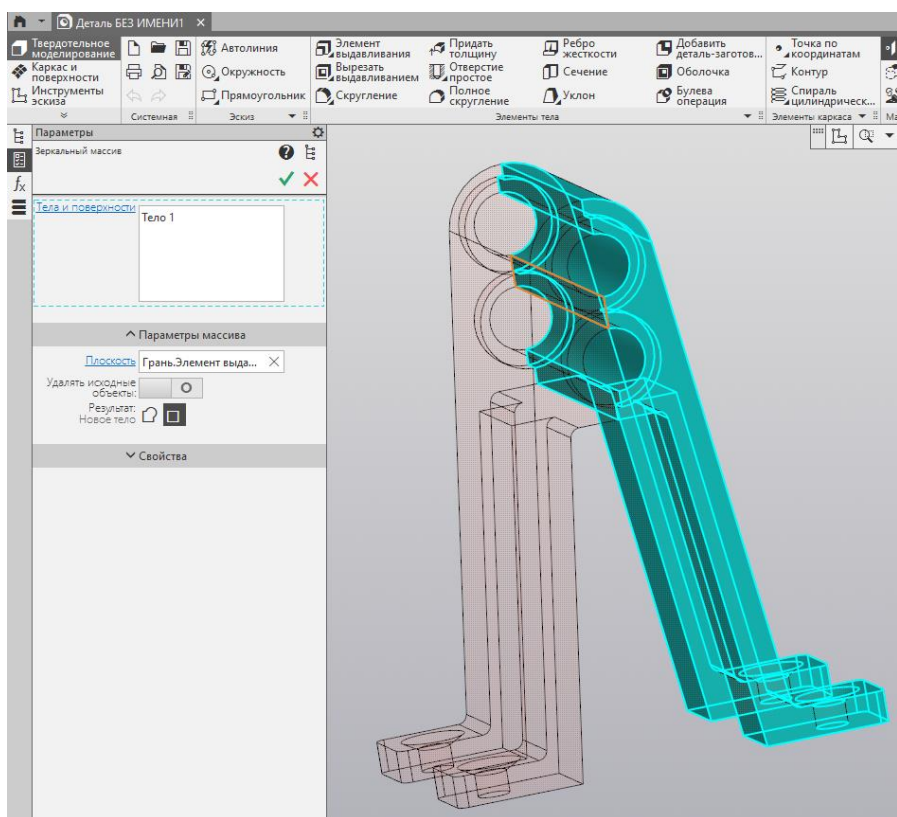
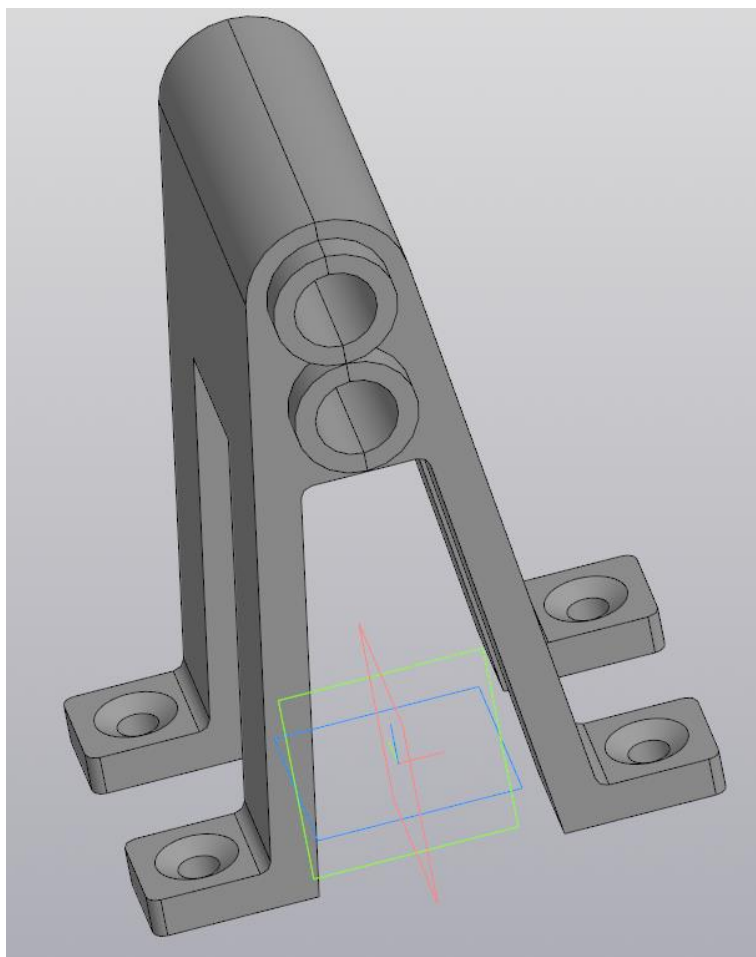

Рисунок 13 – Настройка параметров второго зеркального массива с фантомом построения
Рисунок 14 – Результат моделирования кронштейна
6.1 Второй раз зеркально отразите модель, выделите ее и укажите поверхность отражения (рис. 13), а в настройках зеркального массива установите результат «Новое тело». В результате должен получиться кронштейн (рис. 14).